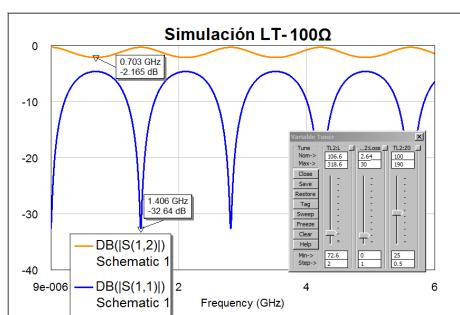

Figura 5: Simulación de Líneas de Transmisión en AWR.
- Grafique la respuesta de los parámetros S de la línea simulada tal como se muestra en la figura 5.